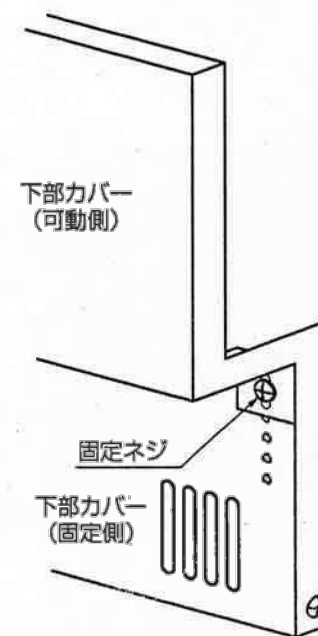

図4
- 正面より下部カバーの固定側と可動側で穴が一致したところを固定ねじで固定する。(図4)